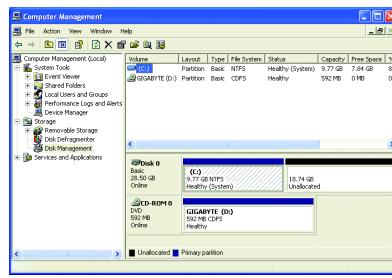

図 16
2. バックアップファイルを削除すると、バックアップされた画像ファイルはディスク管理からなくなり、ハードドライブのスペースが開放されます(図 16)。